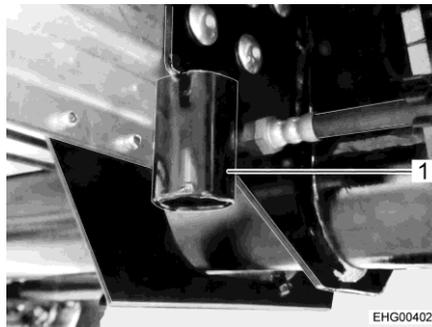

Fig. 155 Fixation pour le cric
- ▷ Utiliser les fixations pour le cric (Fig. 155,1) placées sous le support d'essieu (devant le tube de l'essieu).